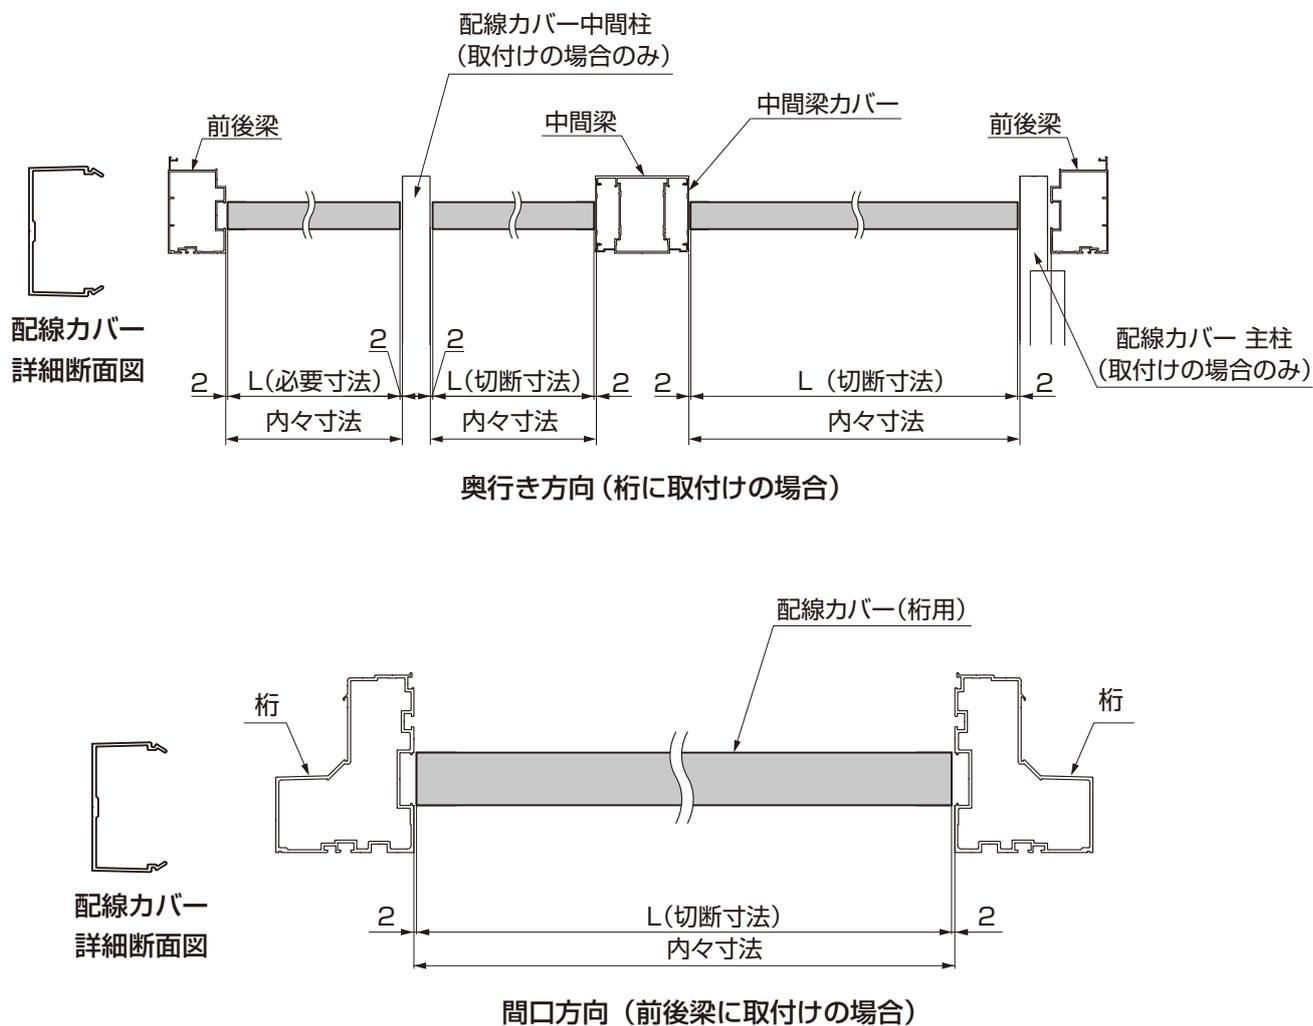

図1-3 配線カバー（桁用）
①配線カバー（桁用）を、内々寸法を測定して、切断（現場加工）してください。（図1-3参照）
- 配線カバー中間柱を取付けの場合は、配線カバー（桁用）を、前後梁との内々寸法に切断（現場切断）してください。（図1-3参照）